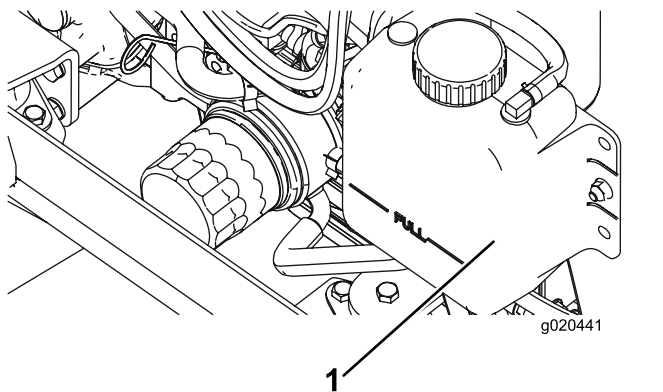

Figura 89
1. Retire cuidadosamente el tapón del radiador y el tapón del depósito de expansión (Figura 89).